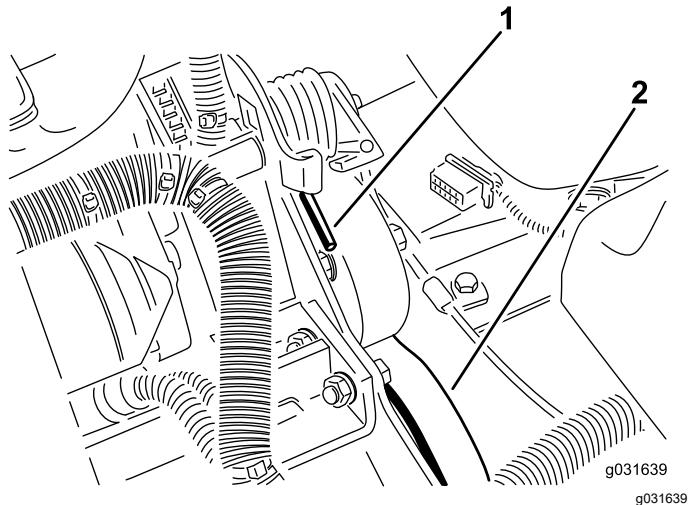

图 63
2. 向下向前按弹簧的端部将其从支架上脱开释放弹簧上的张紧力 图 63。